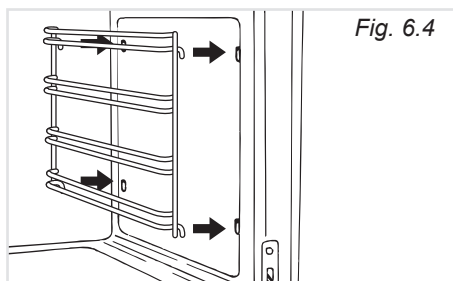

Fig. 6.4
- Agganciare i telai laterali ai fori delle pareti laterali dell'interno del forno (fig. 6.4)